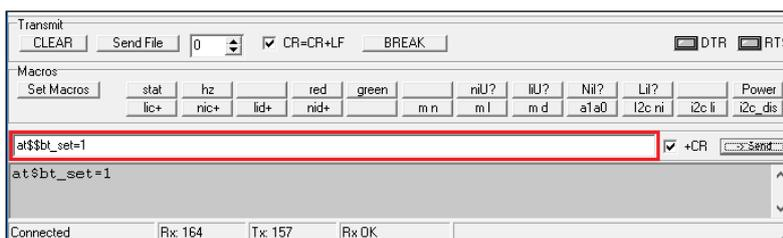

Рис. 3.7 Terminal: команда `at$$$bt_set=1` для включения модуля Bluetooth
7. Включить модуль Bluetooth на модеме ATM. Для этого в поле ввода внизу окна ввести команду `at$$$bt_set=1` и нажать **Send** (рис. 3.7).